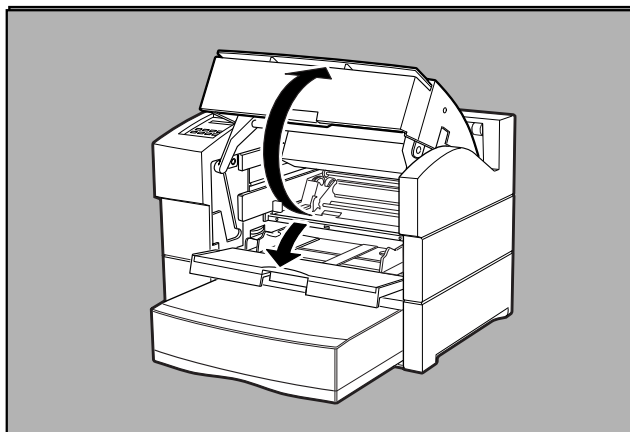

Fig. 2.7 Aprire il coperchio superiore e l'alimentatore multifunzione
3. Sollevare il coperchio superiore. L'alimentatore multifunzione si apre automaticamente (fig. 2.7).